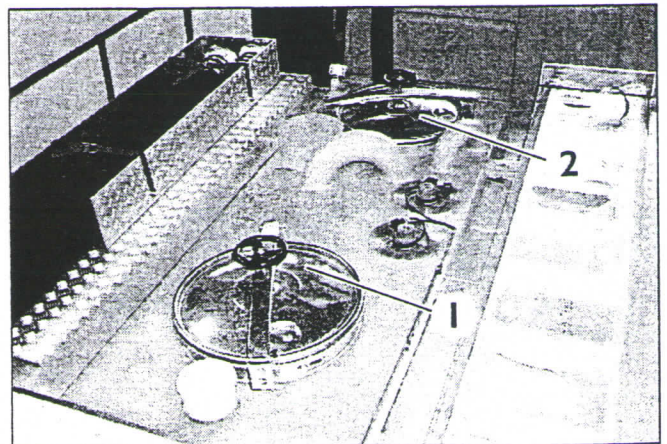

Fig. 107/1 Portinholas de acesso no teto para inspeção dos tanques
- Abra a portinhola de acesso para inspeção do tanque, localizada no teto (Fig. 107/1, Pos. 2).
- Abra a portinhola de acesso para inspeção do tanque de espuma, localizada no teto (Fig. 107/1, Pos. 1).